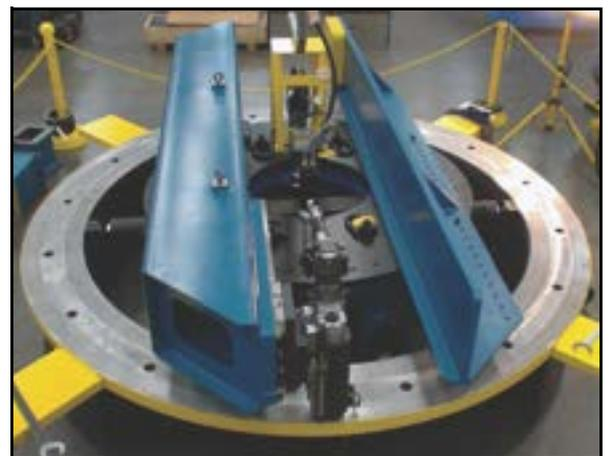

ABBILDUNG 3-24. GEGENGEWICHT UND FRÄSARM AUF DEM DREHTISCH
2. Das Gegengewicht fest verschrauben (Abbildung 3-24).